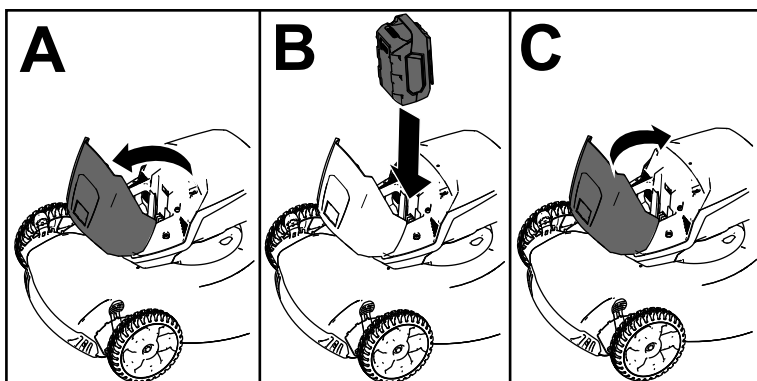

Figura 11
2. Eleve a tampa do compartimento da bateria (A de Figura 11).
3. Alinhe a cavidade da bateria com o ressalto na máquina e deslize a bateria para o compartimento até que encaixe no sítio (B de Figura 11).
4. Feche a tampa do compartimento da bateria (C de Figura 11).